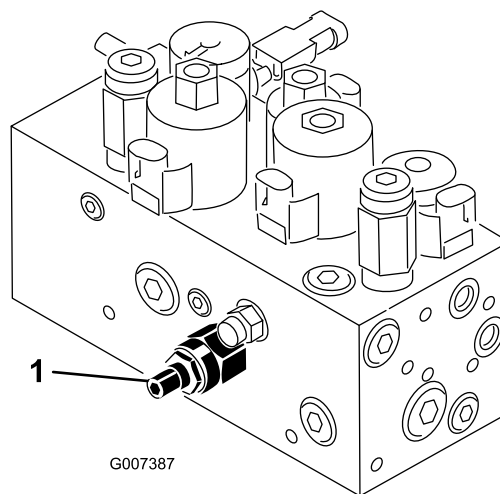

Figura 56
El circuito de elevación/bajada de la unidad de corte está equipado con una válvula de control de flujo (Figura 56). Esta válvula viene ajustada de fábrica, con una abertura de aproximadamente 3 vueltas, pero es posible que sea necesario ajustarla para compensar diferencias en la temperatura del aceite hidráulico, velocidad de siega, etc. Si es necesario ajustarla, proceda de la manera siguiente:
1. Levante el asiento y localice la válvula de control de flujo del bastidor de tiro central (Figura 56), situada en el lateral del colector hidráulico.